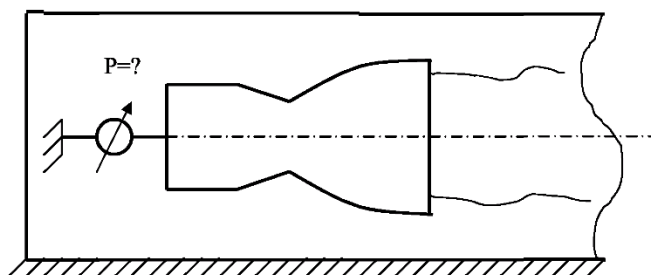

Рис. 3. Стендовые испытания камеры
45. Какая тяга будет зарегистрирована при стендовых испытаниях камеры двигателя (рис. 3) с высотным соплом ($H_p=10 \text{ км}$); камера помещена в барокамеру, давление в которой соответствует давлению на высоте $H=15 \text{ км}$?